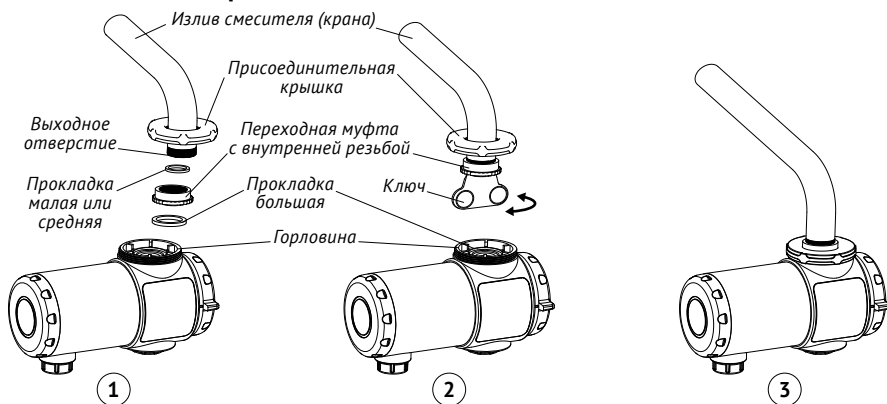
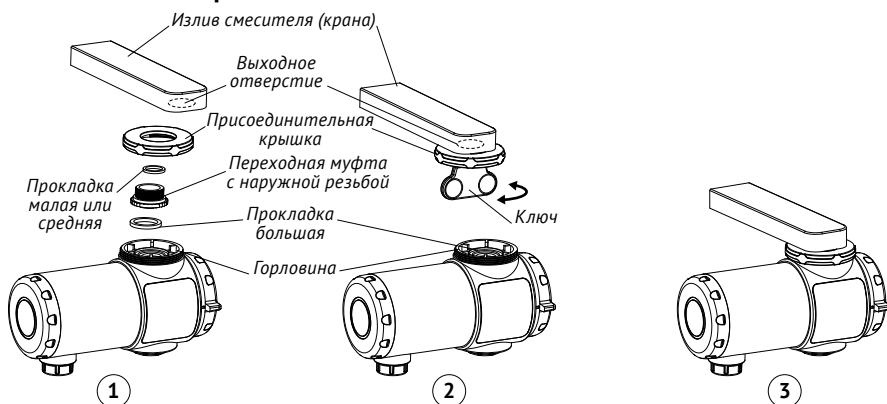

Рис. 5
Рис. 6
В зависимости от конструкции излива (с сетчатым аэратором или без), а также способа соединения аэратора (наружная резьба или внутренняя), возможны три способа установки крана-водонагревателя (см. рис. 5, 6, 7).
2. В зависимости от расположения резьбы на выходном отверстии излива (внутри или снаружи), поднесите присоединительную крышку кран к отверстию излива (рис. 6) или наденьте её непосредственно на излив (рис. 5). Используя подходящую по размеру прокладку (малую или среднюю) установите переходную муфту на выходном отверстии излива. Установите лопатку ключа в прорези на тыльной стороне муфты и вращая ключ по часовой стрелке закрепите муфту (с крышкой) на изливе.